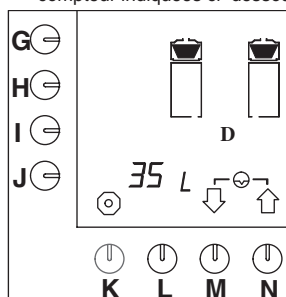

Fig. 40 Remise à zéro du compteur journalier du système de filtration
- Appuyez sur la touche de sélection (M.) jusqu'à ce que la fig.40 s'affiche sur l'écran de contrôle.